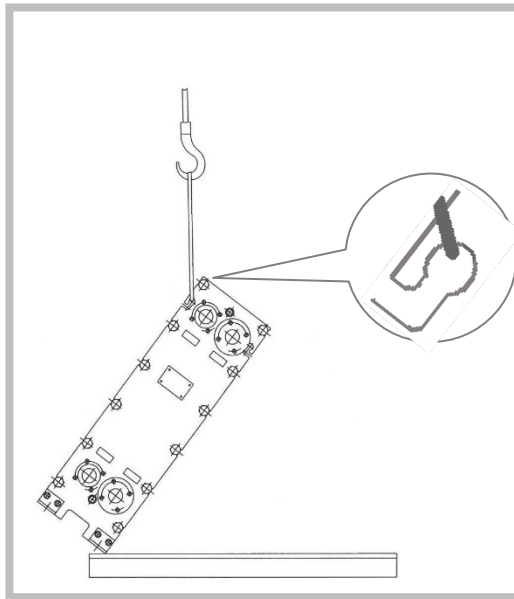

Abbildung 23
3. Heben Sie den PWÜ langsam von der Palette über den Schwerpunkt (Abbildung 23). Achten Sie darauf, dass das Anschlagmittel fest und sicher in den Einhängeösen liegt.